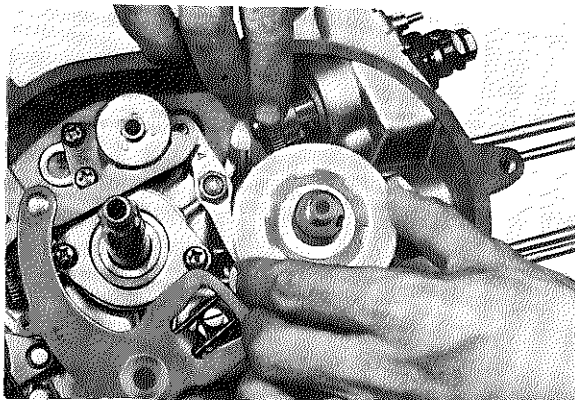

Fig. 3-4-17
1. By turning the oil pump gear by your fingers, install the pump drive gear. Do not forget to install the drive gear locating pin into the crankshaft. (Fig. 3-4-17)
1. Installer le pignon de commande de pompe en tournant la roue dentée de la pompe avec les doigts. Ne pas oublier de poser la clavette du pignon de commande dans le vilebrequin. (Fig. 3-4-17)
1. Ölpumpenrad mit den Fingern drehen und das Pumpenantriebsrad anbringen. Unbedingt darauf achten, daß der Sicherungsstift des Antriebsrades in die Kurbelwelle eingesetzt wird. (Fig. 3-4-17)